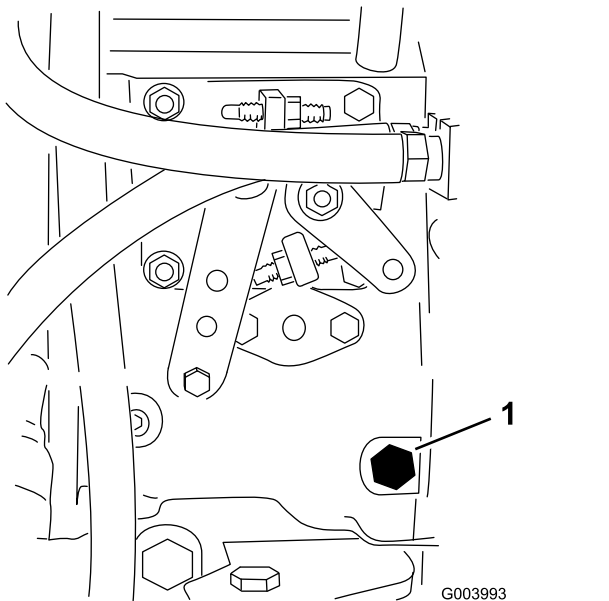

图 35
3. 用 12mm 扳手打开燃油喷射泵图 35 上的排气螺丝。